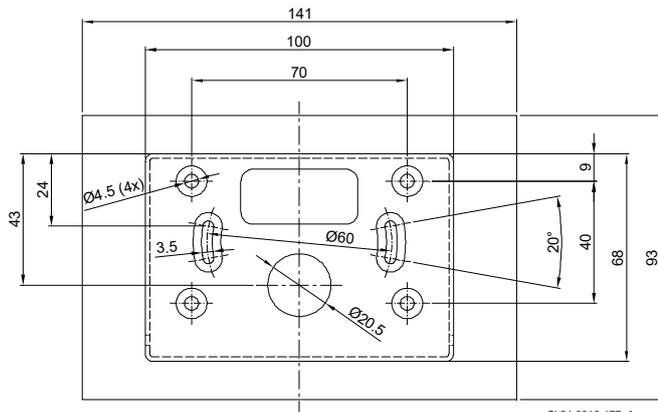

Abb. 21: Bohrbild des Montagerahmens
- ➔ Befestigen Sie den Montagerahmen mit den Schrauben aus dem Lieferumfang gem. Abb. 21 an der Wand.